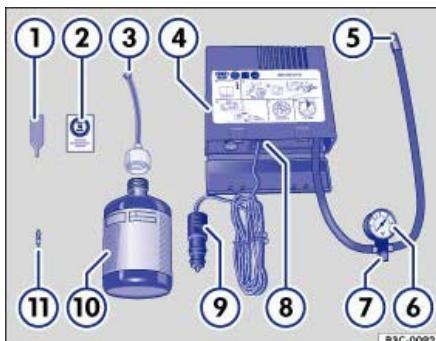

Abb. 300 Prinzipdarstellung: Bestandteile des Pannensets.
Das Pannenset kann sich an verschiedenen Orten im Fahrzeug befinden, z. B. im Gepäckraum in einer der seitlichen Ablagen oder unter dem Gepäckraumboden. Es besteht aus folgenden Bestandteilen \Rightarrow Abb. 300 :
Der **Ventileinsatzdreher** \Rightarrow Abb. 300\(1\) hat am unteren Ende einen Schlitz, in den der Ventileinsatz passt. Nur so kann der Ventileinsatz aus dem Reifenventil heraus- und wieder hineingedreht werden. Das gilt auch für den Ersatz-Ventileinsatz \Rightarrow Abb. 300.
- Mit dem Ventileinsatzdreher ⇒ Abb. 300\(1\) den Ventileinsatz aus dem Reifenventil herausdrehen und auf einen sauberen Untergrund legen.
- Reifenfüllflasche ⇒ Abb. 300 einige Male kräftig hin- und herschütteln.
- Einfüllschlauch ⇒ Abb. 300\(3\) fest im Uhrzeigersinn auf die Reifenfüllflasche schrauben. Die Folie am Verschluss wird automatisch durchstoßen.
- Verschlussstopfen vom Einfüllschlauch ⇒ Abb. 300\(3\) entfernen und das offene Ende ganz auf das Reifenventil stecken.
- Ventileinsatz mit dem Ventileinsatzdreher ⇒ Abb. 300\(1\) wieder in das Reifenventil schrauben.
- Reifenfüllschlauch ⇒ Abb. 300 des Luftkompressors fest auf das Reifenventil schrauben.
- Prüfen, ob die Luftablassschraube ⇒ Abb. 300 zugedreht ist.
- Kabelstecker ⇒ Abb. 300 in eine 12-Volt-Steckdose im Fahrzeug stecken ⇒ Steckdosen .
- Luftkompressor mit dem EIN- und AUS-Schalter ⇒ Abb. 300 einschalten.
Den Reifenfüllschlauch  Abb. 300 wieder anschließen und den Reifenfülldruck an der Reifenfülldruckanzeige  Abb. 300 ablesen.